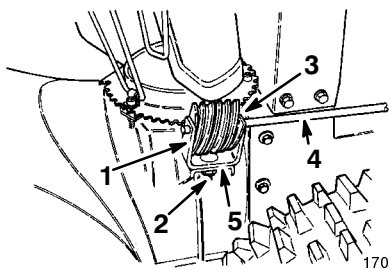

Figure 7
1. Insérez le boulon de carrossier de 25 mm (1") dans le trou de montage du support de vis sans fin (Fig. 7).
2. Placez la vis sans fin dans le support, alignez les trous et insérez la tige d'orientation de l'éjecteur à travers le support et la vis sans fin (Fig. 7).
3. Montez la vis sans fin et son support sur le flasque de fixation au moyen du boulon de carrossier, de la rondelle plate et de l'écrou, sans serrer ce dernier (Fig. 7).
4. Glissez la vis sans fin dans les dents de la couronne de l'éjecteur et serrez l'écrou (Fig. 7).